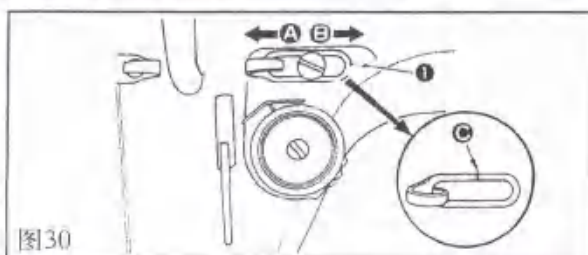

图30
25. 挑线杆挑线量的调节 (图30) ADJUSTING THE THREAD TAKE-UP STAOKE (FIG.30)